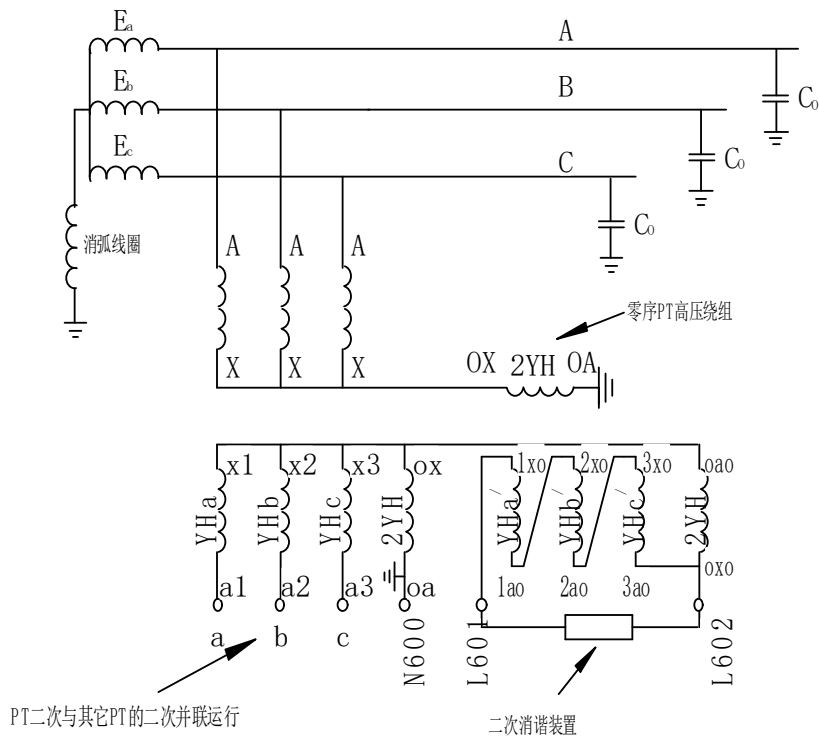
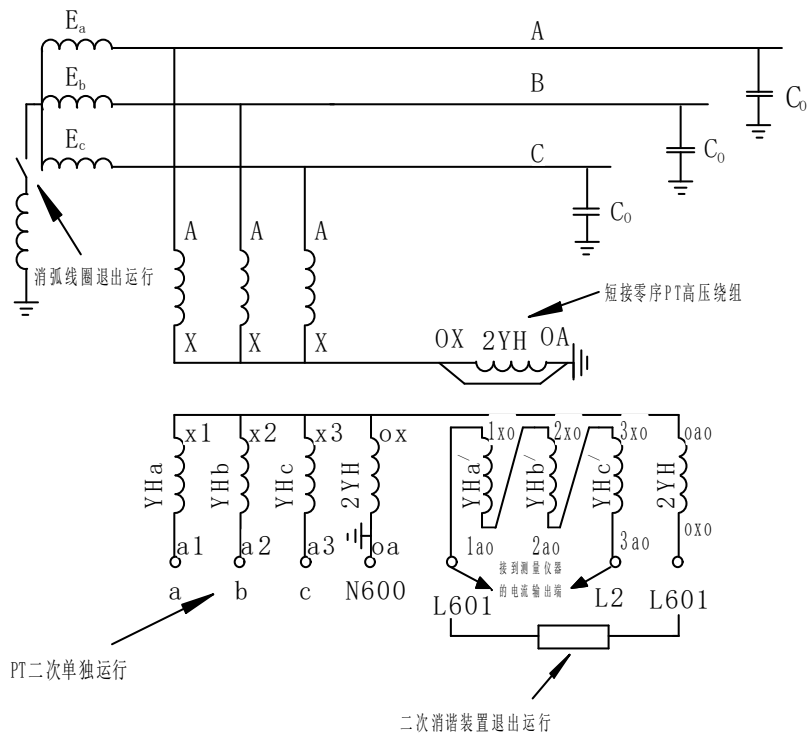

图 10: 4PT 接线方式三
图 11：4PT 接线方式转变为 3PT 接线方式测量示意图
第三种 4PT 接线方式如图 10 所示。这种接线方式比较少见，但在系统中还是存在。在图 10 中这种接线方式三相 PT 的三个二次辅助绕组即：1ao-1xo、2ao-2xo、3ao-3xo 组成开口三角 L601-L602，oa-ox 和 oao-oxo 为零序 PT 的两个二次绕组，它们与开口三角 L601-L602 组成一个大的开口三角 N600-L601。
(1) 对于 4PT 的接线方式一和方式二，将第四个 PT 高压侧短接，并将被短接的开口三角侧打开，从打开两侧注入电流测量即可。这时 4PT 接线的运行方式就完全变成了 3PT 的运行方式。
(2) 对于 4PT 的接线方式三，将零序 PT 即图 10 中所示的 PT4 的高压绕组短接，将仪器的电流输出端接到图 10 中所示的开口三角 L601-L602，就可以开始测量了。其接线图如图 11 所示。